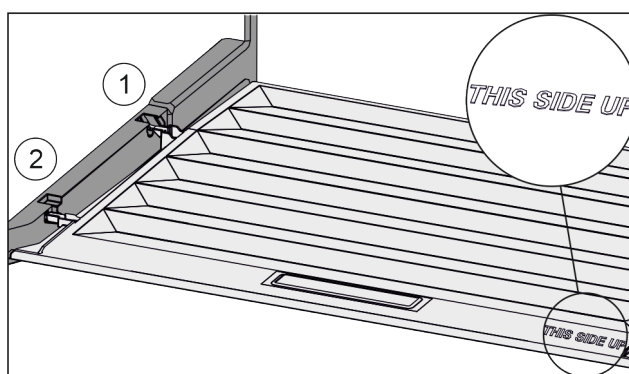

Fig. 74
- Robova predala vstavite nad odprtino zadnjega držala Fig. 74 (1), spredaj pa ju zataknite v držalo Fig. 74 (2).